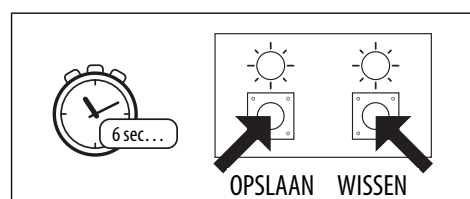

Fig. 18
1. Houd tegelijkertijd de opslag- en de wisknop ongeveer 6 seconden ingedrukt tot zowel de groene als de rode LEDs **UIT** zijn, zie **Fig.18**.